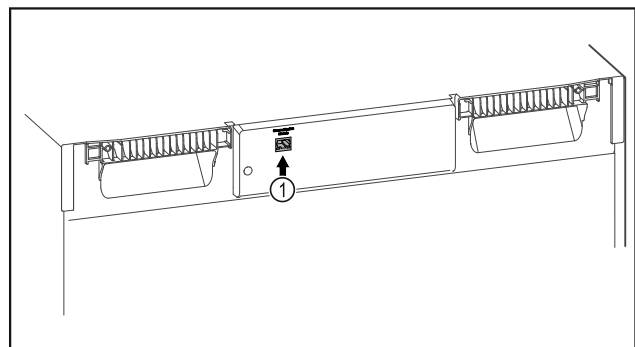

Fig. 150
- Използва се SmartModule Fig. 150 (1).